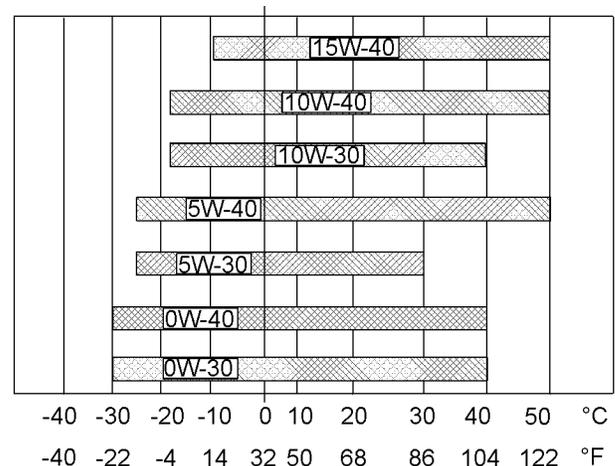

图 65
请参阅图 65（最低温度）以确定发动机冷起动时所需要的机油粘度。
请参阅图 65（最高温度）以选择发动机在预期的最高环境温度下运行时所需要的机油粘度。
- 请参阅适用的“机油粘度”。为找到适合您的发动机的机油粘度等级，请参阅图65。